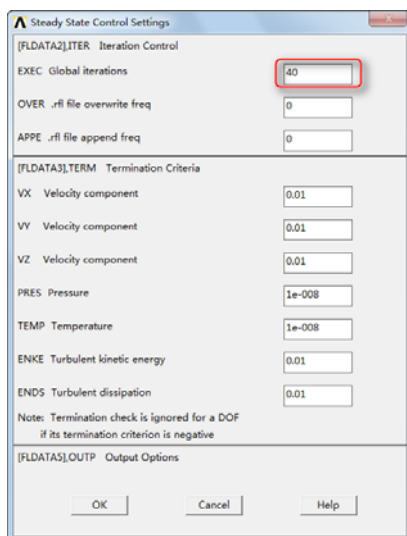

图 5-59 设置求解控制选项
①依次选择 Main Menu→Solution→FLOTRAN Set Up→Execution Ctrl，会弹出“Steady State Control Settings”对话框，如图 5-59 所示。
②在“Steady State Control Settings”对话框的“EXEC Global iterations”文本框中输入 40，如图 5-59 所示，单击“OK”按钮关闭此对话框。